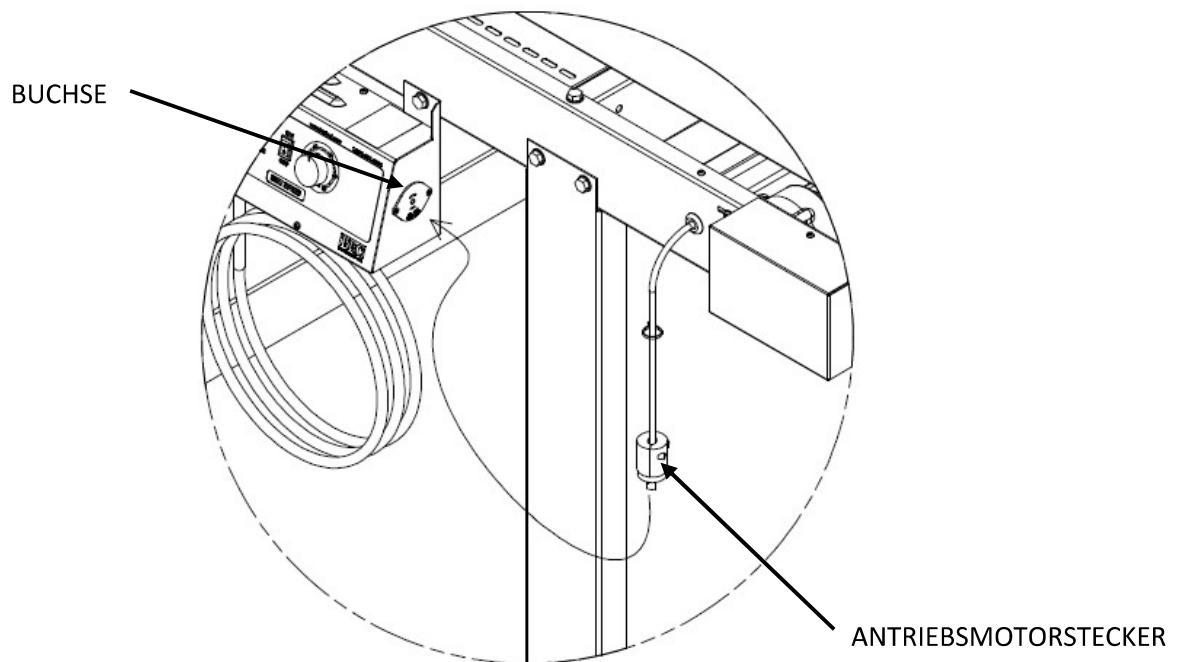

Abbildung 6
2. Stecken Sie den **ANTRIEBSMOTORSTECKER** in die **BUCHSE** auf der **BEDIENKONSOLE**. Drehen Sie den **STECKER** zum Einrasten (siehe **Abbildung 6**).